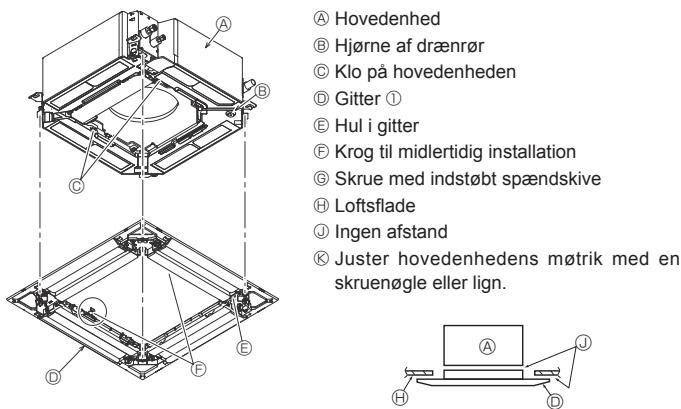

Fig. 9-6
9.4.2. Midlertidig installation af gitteret (Fig. 9-6)
- Fastgør gitteret på hovedenheden ved at spænde de præinstallerede skruer. (Fig. 9-6)
Kontroller, at der ikke er mellemrum mellem hovedenheden og gitteret eller mellem gitteret og loftsladen. (Fig. 9-6)
- Når skruen er spændt, skal det kontrolleres, at de to gitterkroge (Fig. 9-6) har fat i krogene på hovedenheden.